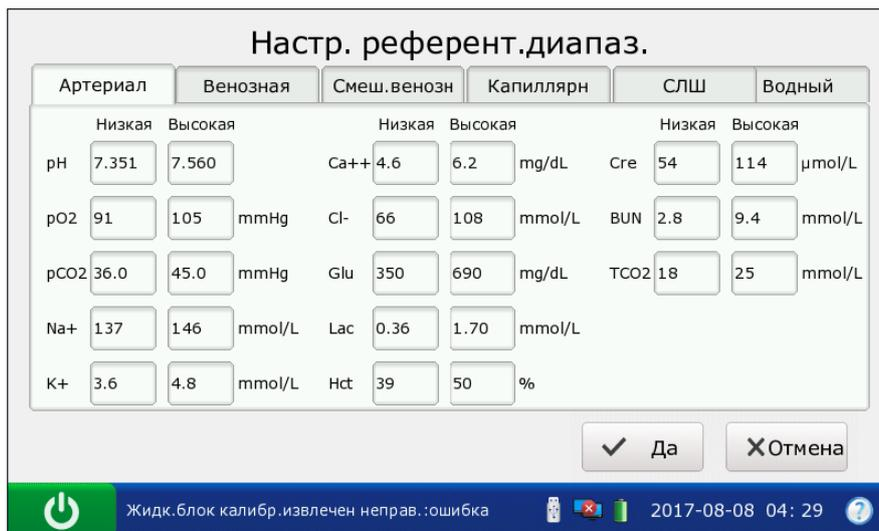

Рис. 4-15. Экран настройки референтных диапазонов
- ✓ Референтные диапазоны, подобные показанным на рис. 4-15, будут автоматически отображаться в соответствии с выбранным типом пробы крови.